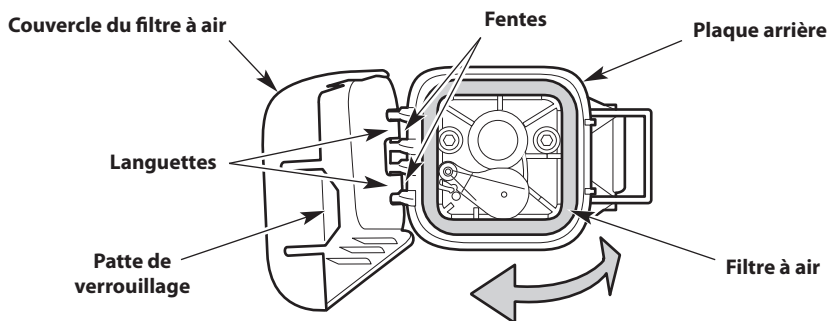

Fig. 7
- Ouvrez le couvercle du filtre à air : appuyez sur la languette de verrouillage et tournez le couvercle du filtre à air vers la gauche (Fig. 7).
- Retirez le filtre à air (Fig. 7).
- Réinstallez le filtre à air (Fig. 7).
- Fermez le couvercle du filtre à air : insérer les languettes du couvercle du filtre à air dans les fentes de la plaque arrière. Fermez le couvercle du filtre à air de droite et appuyez jusqu'à ce que la languette de verrouillage s'enclenche (Fig. 7).